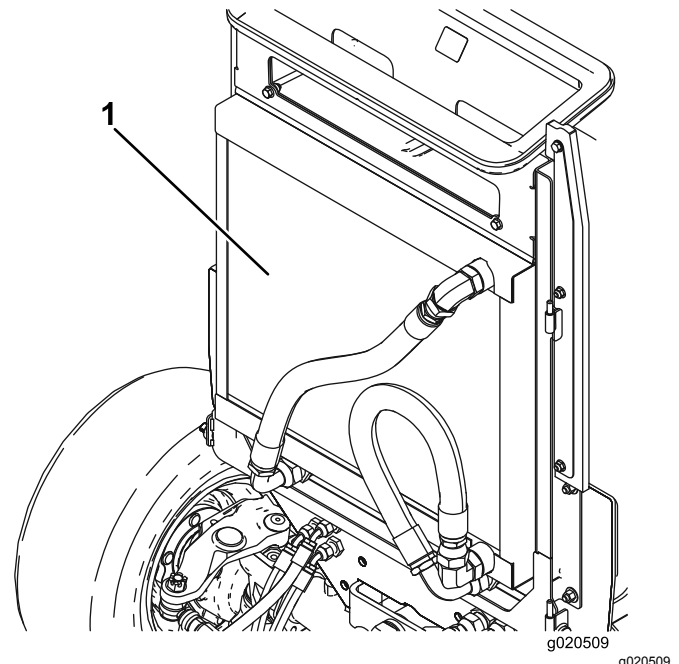

Figure 103
4. Nettoyez soigneusement les deux côtés du radiateur/refroidisseur d'huile (Figure 103) à l'air comprimé. Commencez par l'avant et soufflez les débris vers l'arrière. Nettoyez ensuite en soufflant de l'arrière vers l'avant. Répétez la procédure plusieurs fois jusqu'à ce qu'il ne reste plus aucun débris